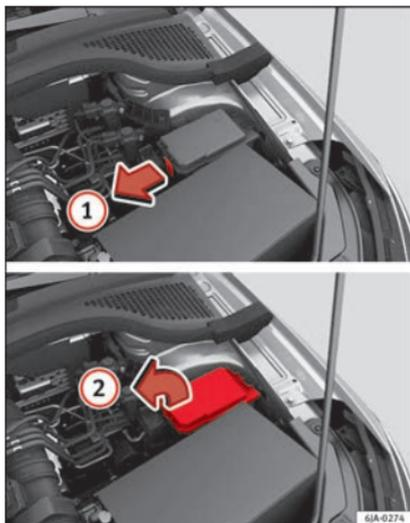
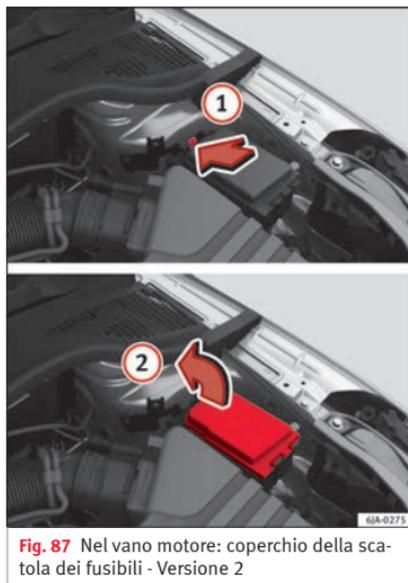

Fig. 86 Nel vano motore: coperchio della scatola dei fusibili - Versione 1
Fig. 87 Nel vano motore: coperchio della scatola dei fusibili - Versione 2
- Premere la linguetta di bloccaggio del coperchio nel senso della freccia 1 » **fig. 86** o » **fig. 87**.